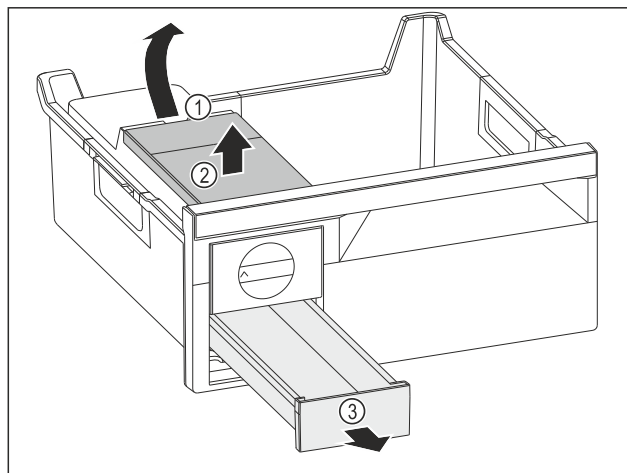

Fig. 104
- ▶ Извлеките бак для воды: Поднимите бак для воды за выемку Fig. 104 (1).
- ▶ Извлеките бак для воды Fig. 104 (2) движением вверх.
- ▶ Извлеките выдвижной ящик для кубиков льда Fig. 104 (3) движением вперед.